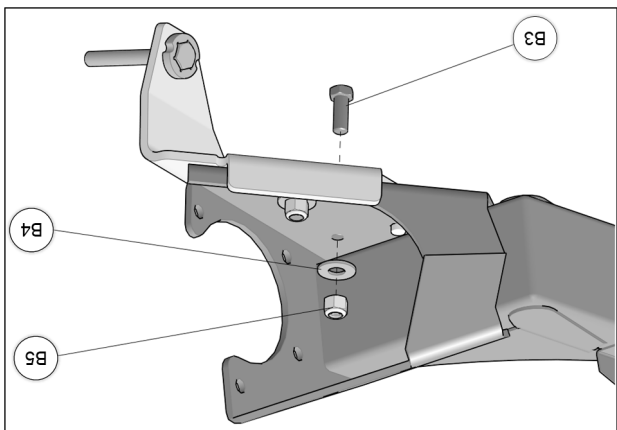

Fig. 10
9. Insérer le boulon de fixation 3/8-24 (B3) par le dessous et fixer la plaque d'ancrage avec l'érou (B5) et la rondelle (B4) fournis. Serrer à un couple de 40 N•m [37 lb•pi]. Voir la Fig. 10